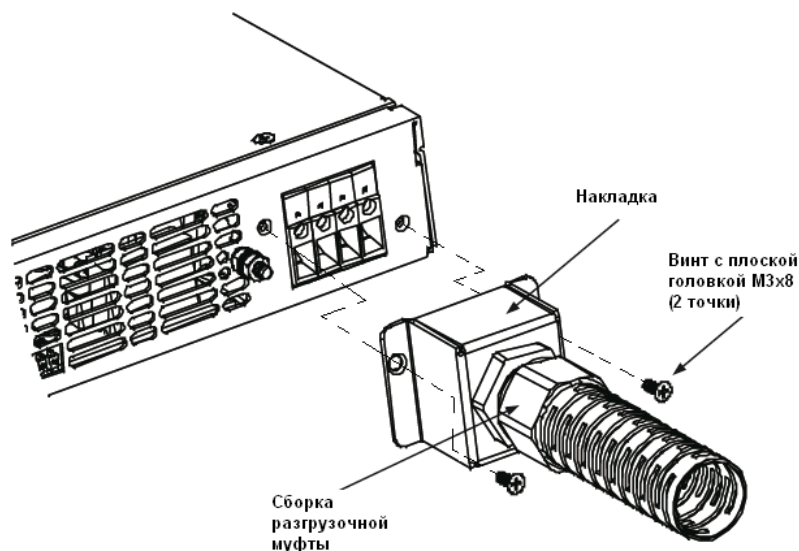

Рис.3-3: Входной разъем переменного тока и разгрузочная муфта, для моделей 2400 Вт
5. Разложите провода внутри футляра для предохранения их от сдавливания. Закрепите кожух на приборе, используя имеющиеся в комплекте винты с плоской головкой М3х8. За более подробной информацией обратитесь к рис.3-3.